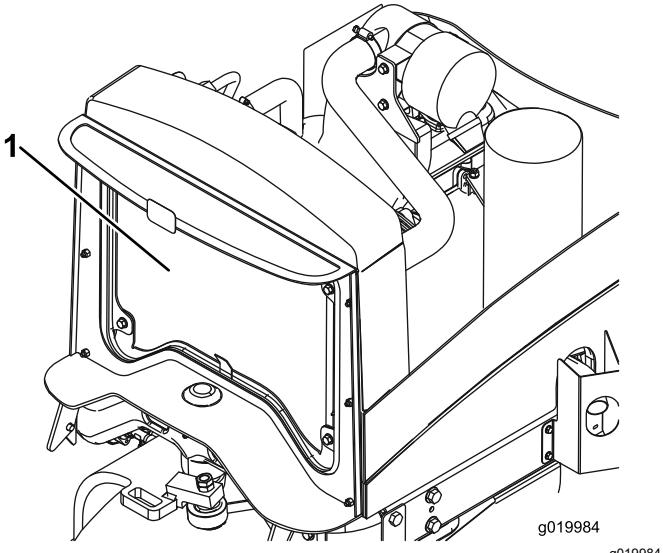

Figura 62
4. Pulite entrambi i lati del radiatore accuratamente con aria compressa (Figura 62).